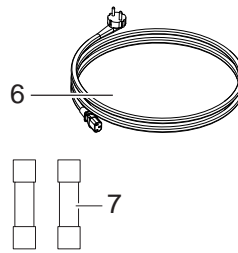
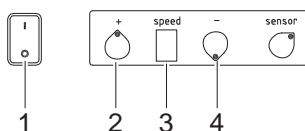

Bild 2 Lieferumfang
Bild 5 Transportgeschwindigkeit
- ▶ Vor dem Netzanschluss die Spannungseinstellung im Netzmodul (4) des Transportbandes überprüfen. Das Netzmodul befindet sich an der Rückseite des Transportbandes. Das Gerät ist bei Auslieferung auf 230 V eingestellt.
- ▶ Falls das Gerät bei 115 V betrieben wird, Einstellung im Netzmodul (4) ändern und Sicherungen gegen die im Lieferumfang befindlichen 2-A-Sicherungen (Bild 2 - 7) wechseln.
- ▶ Netzanschluss über das mitgelieferte Kabel (Bild 2 - 6) an das Netzmodul (4) des Transportbandes herstellen.
- ▶ Fußschalter des MAESTRO 4M / MAESTRO 4S an der Eingangsbuchse (3) des Transportbandes (Geräterückseite) anstecken und die Schaltung (4) an der Eingangsbuchse (1) des MAESTRO 4M / MAESTRO 4S kontaktieren.
- ▶ Den MAESTRO 4M / MAESTRO 4S anschalten und das Transportband am Schalter (Bild 5 - 1) einschalten.